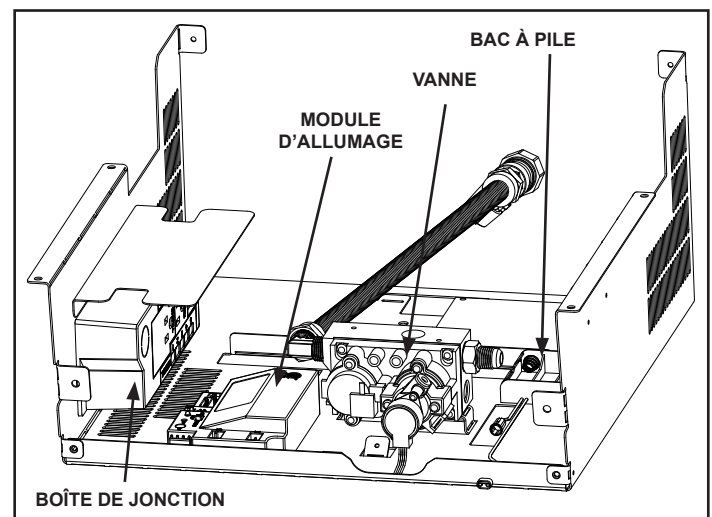

Figure 3.6
Ce modèle a un taux de combustion variable contrôlé par le bouton « HI/LO » du module de commande. La hauteur des flammes est donc ajustable. Le bouton « HI/LO » est montré à la figure 3.6. Il se trouve dans le logement des commandes de l'appareil.
Le système d'amorçage par veilleuse à allumage intermittent IntelliFire^{MC} Plus possède un système de secours à piles permettant le fonctionnement pendant une panne de courant. Le système offre une transition facile de l'alimentation c.a. de la maison vers les piles de secours. Un bloc-piles installé en usine se trouve dans le logement des commandes du foyer. Figure 3.6. La longévité et la performance des piles seront affectées par une exposition à long terme aux températures de service de cet appareil.
2. Localisez le bac à piles et insérez quatre piles AA. La polarité des piles doit être correcte pour éviter d'endommager le module. Figure 3.6. Un schéma complet du câblage est inclus dans la section traitant de l'électricité, dans le manuel d'installation de l'appareil.
- Localisez le module d'allumage dans la cavité de contrôle. Figure 3.6